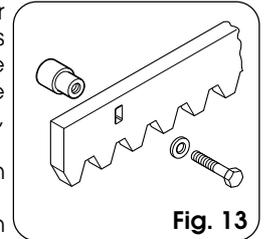

Fig. 13
4.4.1. CRÉMAILLÈRE A SOUDER EN ACIER (Fig.13)